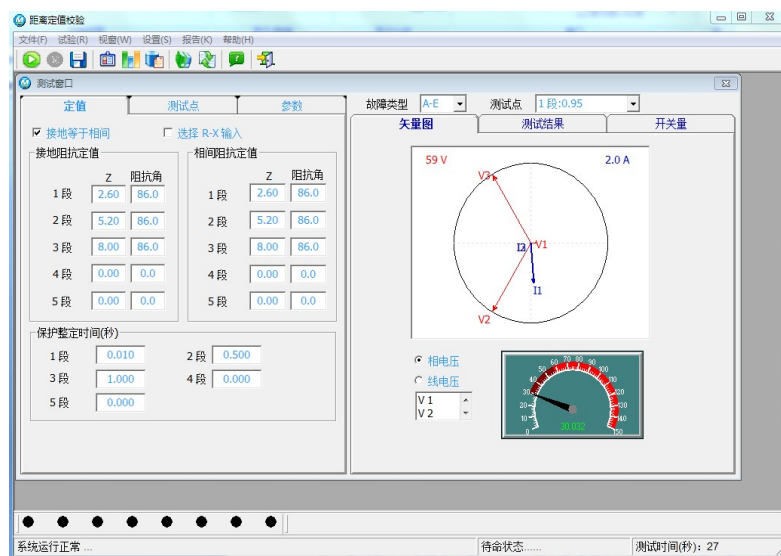

图 3.3.1-2
- A)、当不选中“选择 R-X 输入”时，在“图 3.3.1-2”的定值界面中输入保护的阻抗 (Z 值) 和灵敏角。